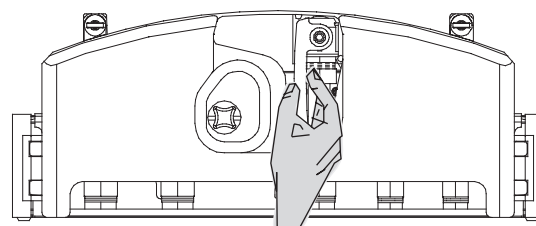

Fig. 2
Quindi chiudete il rubinetto del gas posto sotto la caldaia (vedi fig. 2).
- chiudere il rubinetto del gas (fig. 2);
- ruotare la manopola della valvola di sicurezza (3);